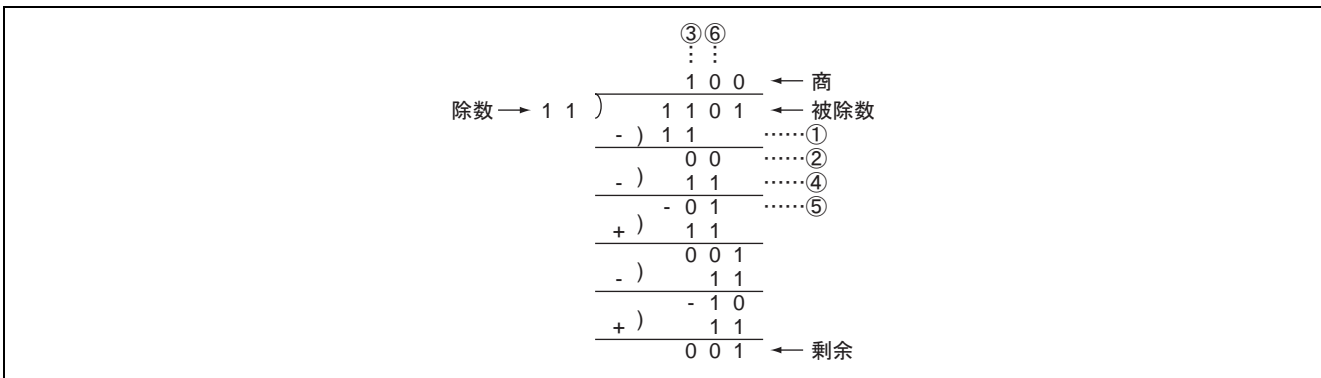

図 2 除算例
- (1) 被除数または除数が負ならば、被除数または除数を正に変換します。
- (2) 除算は、減算を繰り返すことにより商および剰余を求めます。図 2 に除算例 (H'0D ÷ H'03) を示し、詳細について説明します。
減算結果が正の場合、ER0 の最下位ビットをセットします。(図 2①→②→③)
減算結果が負の場合、ER0 の最下位ビットをクリアし、減算結果に除数を加算することにより、減算する前の状態に戻します。(図 2④→⑤→⑥)